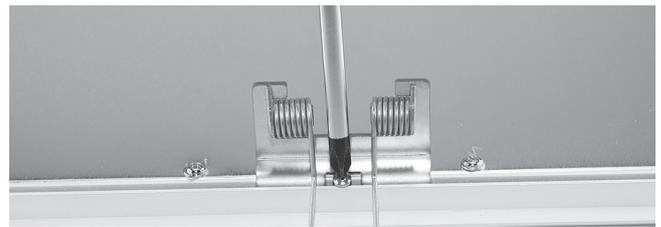
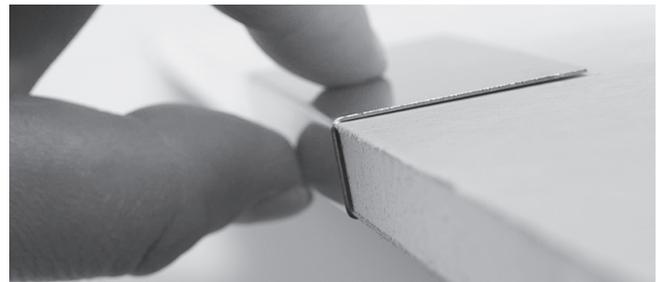

Abb. 7
Abb. 8
3. Die so vorbereiteten Halteelemente in die Rand-Nut auf der Rückseite des LED Panels einstecken und mit den Befestigungsschrauben feststellen (Abb. 7). Bei Bedarf die Schutzelemente auf die GK-Deckenkante aufstecken. (Abb. 8).